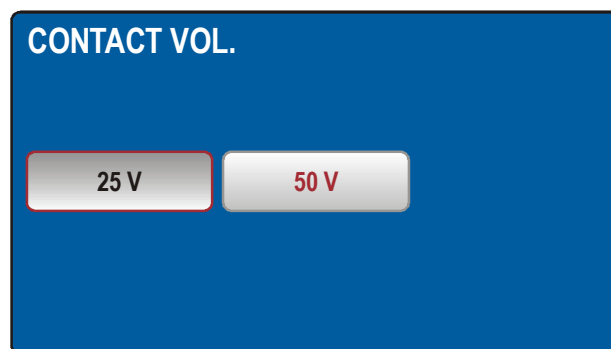

Fig. 14: Menu TENSIONE DI CONTATTO
- **TENSIONE DI CONTATTO** (CONTACT VOL.) → Usare questo menù per selezionare la tensione di contatto limite utilizzata nelle misure RCD ed RA. Le opzioni possono essere **25V** o **50V** (vedere Fig. 14)